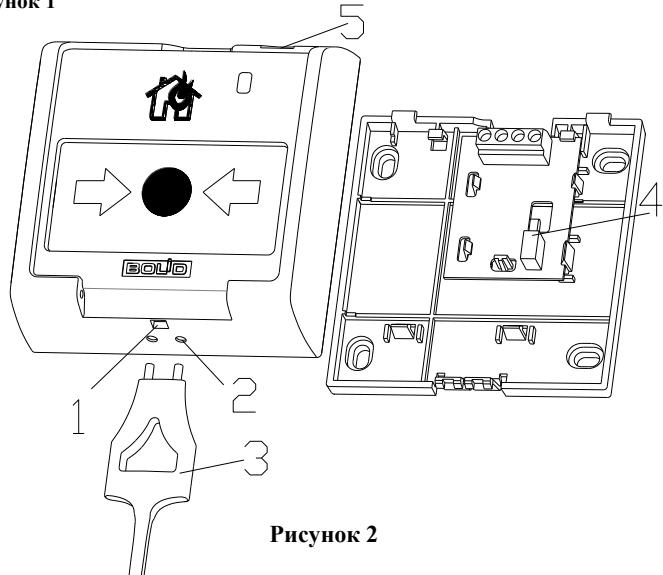

Рисунок 2
Командой «Программирование адреса устройства» можно задать адрес извещателя независимо от того, какой ему адрес присвоен на данный момент. Это может быть использовано в случае назначения одинаковых адресов двум и более устройствам. Для этого необходимо с пульта или компьютера подать команду на программирование с номером требуемого адреса. Светодиодный индикатор извещателя перейдёт в режим четырёхкратных миганий с периодом 4 секунды. После этого в течение не более 5 минут открыть корпус извещателя и, используя кнопку формирования события «Пожар2» (см. рис. 2, позиция 4), набрать комбинацию из 3-х длинных (более 1 с, но менее 3 с) и 1-го короткого нажатия (менее 0,5 с), длительность паузы между нажатиями не более 0,5 с. При этом на пульте или компьютере отобразится события о потери связи с устройством по старому адресу и о восстановлении связи с устройством по запрограммированному адресу. Если устройства имели одинаковый адрес, то сообщения о потери связи по старому адресу не будет.
2.6.4 Перевести извещатель в состояние «Норма» поворотом специального ключа (поз. 5 рис. 2) в соответствующем отверстии извещателя. Зафиксировать переход светового индикатора извещателя в режим одиночных миганий. Затем с помощью пульта или компьютера дать команду на сброс тревоги от извещателя. Если сообщение «Пожар2» не поступает на пульт или компьютер, значит извещатель неисправен и его необходимо заменить.